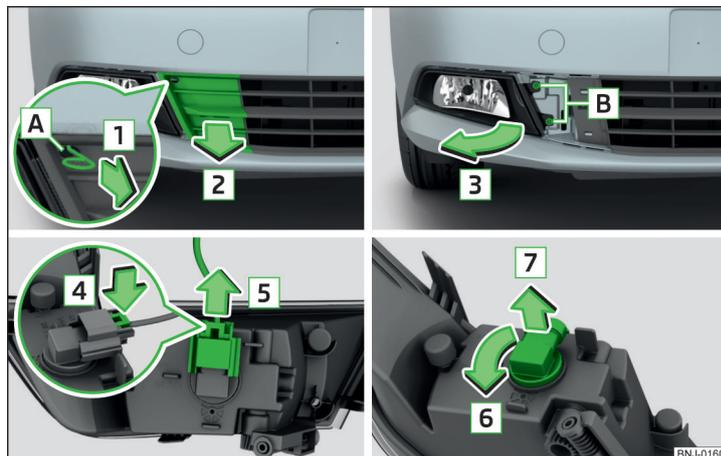

Fig. 213 Smontaggio fendinebbia / sostituzione lampadina per fendinebbia
- Allentare la griglia di protezione tirando dal gancio nella direzione indicata dalla freccia **[1]** » fig. 213.
- Premere il bloccaggio in corrispondenza della spina, nella direzione indicata dalla freccia **[4]** » fig. 213.
- » fig. 213 e avvitare in maniera decisa.